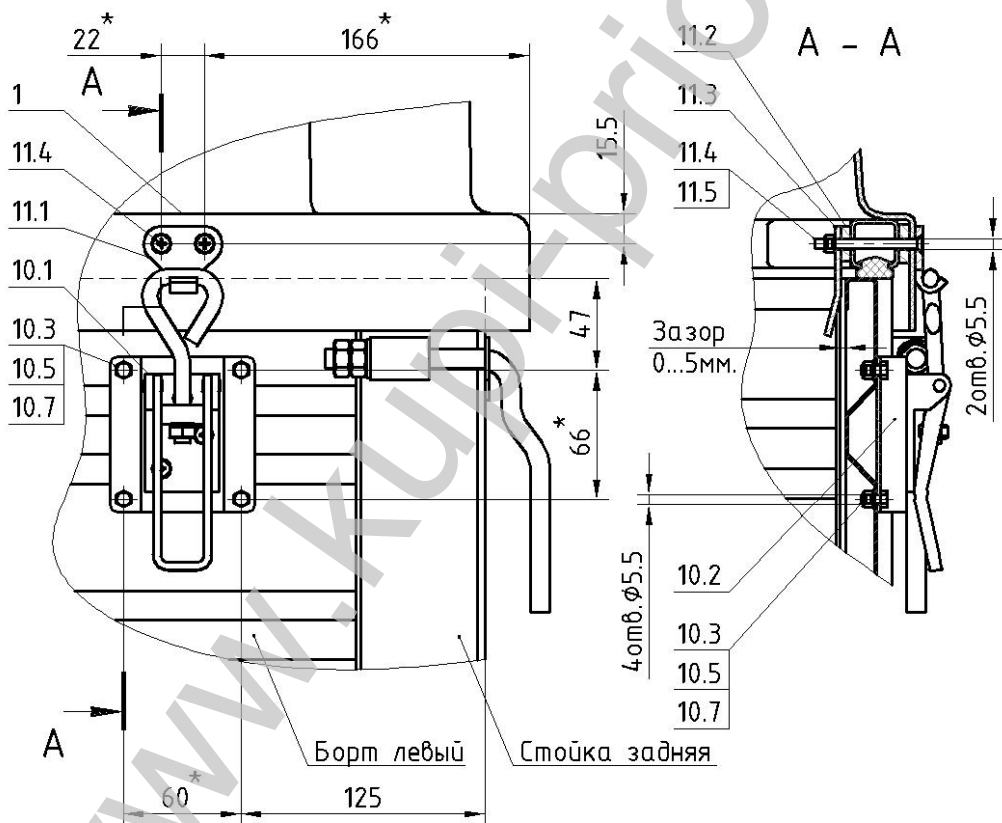

Рисунок 3.
17. Просверлить отверстия  $\varnothing 5.5\text{мм}$  под замки 10, используя подставку замка 10.2 как шаблон, на расстоянии 125мм от задней стойки и 47мм от верхнего края борта (рис. 3).
22. Установить в соответствующем порядке (рис. 3, сечение А-А) винты 11.4, крючок 11.1, проставочную пластину 11.2 и ловушку 11.3.